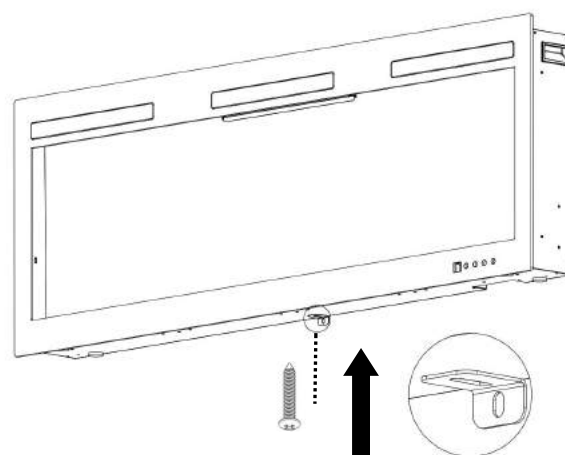

Fig 4-2
B. A l'aide de la vis enlevée précédemment, fixer le support en L (fourni) au bas de la boîte de foyer (Fig. 4-2).